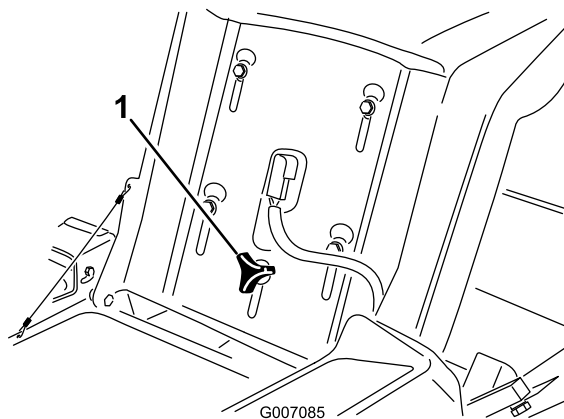

Bild 18
1. Klappen Sie den Sitz hoch und lösen Sie die Einstellhandräder etwas, um den Sitz zu bewegen (Bild 18).